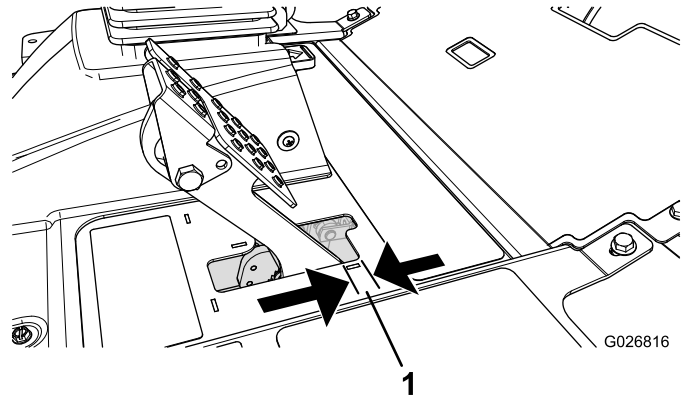

図 53
ブレーキペダルの「遊び」図 53が 2.5 cm 以上となったり、強く踏み込まないとブレーキの効きが悪いと感じられるようになったら、調整を行ってください。遊びとは、ブレーキペダルを踏み込んでから抵抗を感じるまでのペダルの行きしろを言います。
2. 後ナットを締めてケーブルを後方に移動させて、ホイールがロックする前のブレーキペダルの遊び図 53が 0.63-1.27 cm になるように調整する。